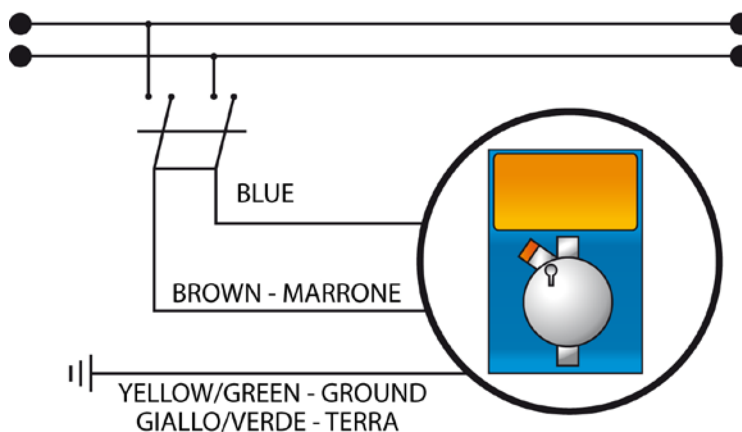

Fig.3 – Conexión eléctrica
- Asegurarse de que la misma esté desactivada eléctricamente (ambas polaridades), desenchufando los conductores de los puntos de contacto de la red, mediante la apertura del interruptor onipolar, con una distancia mínima entre los contactos de 3 mm (Fig.3).